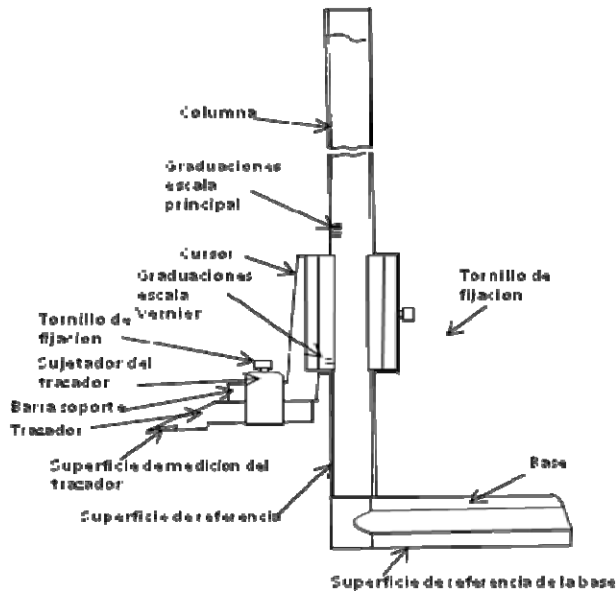

Figura 3.26 Construcción básica de un medidor de altura
3.1.4.1 Medidores de altura con vernier (figura 3.26)